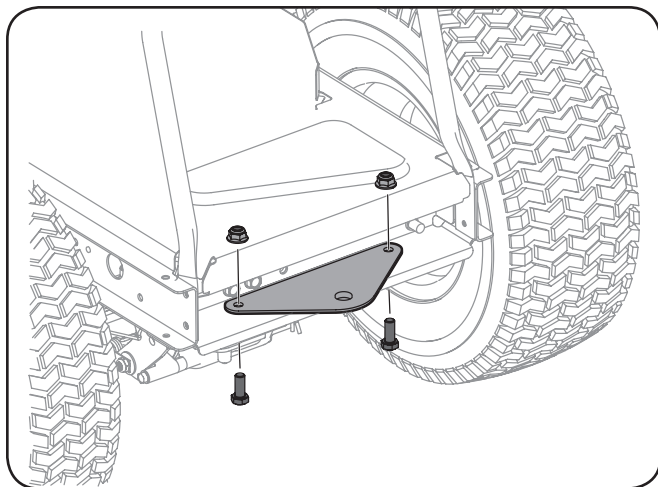

Figura 3-11
1. Retire la placa de enganche instalada de fábrica en la parte trasera del tractor. Vea la Figura 3-11.
2. Coloque la placa de enganche, embalada con las piezas sueltas, con el lado plano hacia arriba como se muestra en la Figura 3-11. Sujete con los dos pernos y tuercas hexagonales retiradas.